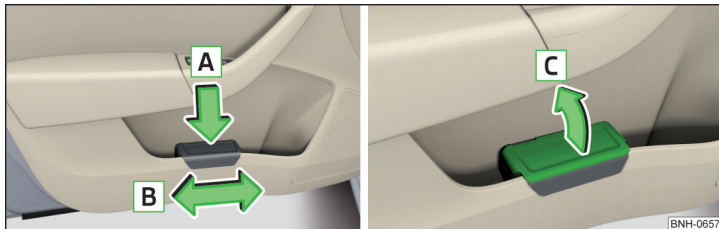

Abb. 86 Abfallbehälter: einsetzen und verschieben / öffnen
- › Den Abfallbehälter im hinteren Bereich in Pfeilrichtung **A** eindrücken » Abb. 86.
- › Den Abfallbehälter entgegen der Pfeilrichtung **A** herausnehmen » Abb. 86.
- › Den Deckel in Pfeilrichtung **C** anheben » Abb. 86.